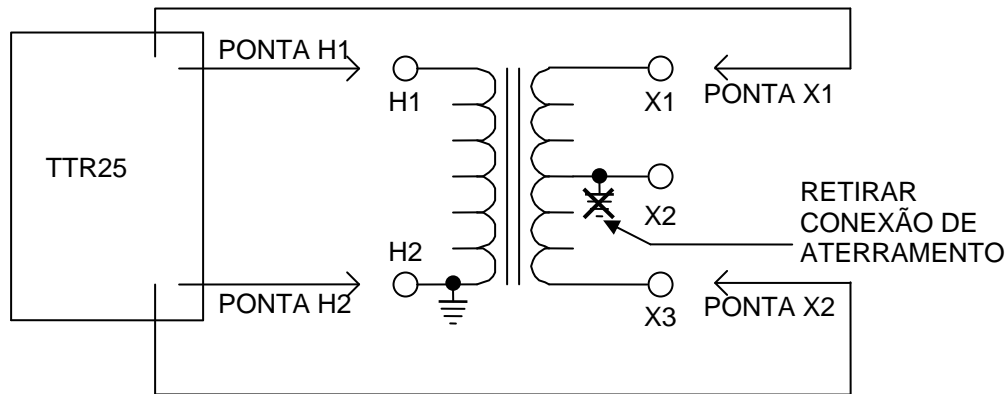

Figura 4-7 Conexões para Testar o Enrolamento X1 – X3 de Transformadores de Distribuição
5. Ao testar o enrolamento secundário completo (X1 – X3), conecte a braçadeira X1 ao terminal X1 terminal e a braçadeira X2 ao terminal X3. Retire a conexão de aterramento ao terminal X2 do transformador antes de começar o teste. A polaridade esperada nos enrolamentos é normal (o sinal “+” aparece no início do resultado do teste de relação de espiras). *Vide Figura 4-7.*